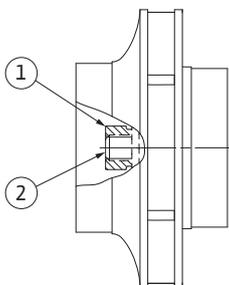

Fig. 53: Position correcte de l'écrou de blocage de roue après le montage
29. Maintenir l'arbre (voir l'étape 24) et serrer l'écrou de blocage de roue au couple de serrage prescrit (voir liste «Tableau 11 : Couples de serrage des vis» à la page 180). L'écrou (fig. 53, pos. 1) doit être au contact à env.  $\pm 0,5$  mm avec l'extrémité de l'arbre (fig. 53, pos. 2). Si ce n'est pas le cas, desserrer l'écrou et répéter les étapes 25 à 29.